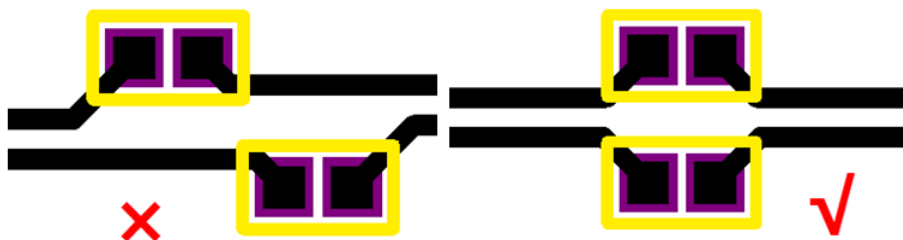

图 4-6 ESD 器件的摆放及出线方式
- 3) 信号对被分离以围绕一个物体布线的地方，信号线的匹配电阻起防ESD作用和微调阻抗用途，通常靠近插座放置，但是两个电阻必须是并排放置，不要一前一后，如图4-6所示。